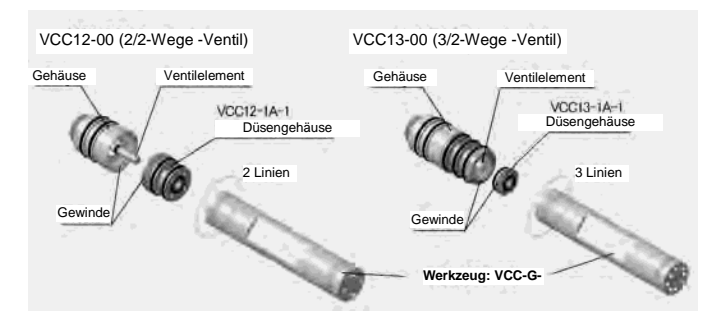

Abb. 13
- Mithilfe des Werkzeugs VCC-G-C das Ventilelement vom Ventilgehäuse lösen und entfernen. Darauf achten, das richtige Ende entsprechend des Ventilmodells zu verwenden. Siehe Abb. 13